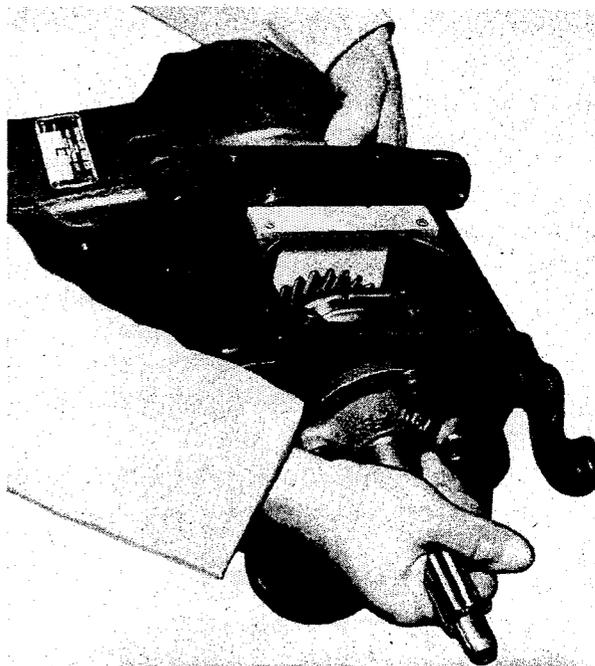

Fig. 145 Halteplatte der Hauptwelle
18. Trenne Getriebe und Zwischengetriebe durch Lösen der fünf Deckelschrauben in der hintern Stirnfläche des Zwischengetriebes. Wenn mit einer Zapfwelle versehen, so entferne das Gehäuse der Zapfwelle. Entferne Splint, Mutter und Scheibe, die das Hauptantriebsrad des Zwischengetriebes an Ende der Getriebehauptwelle halten. Entferne den Getriebedeckel und setze die Halteplatte der Getriebehauptwelle, Werkzeug Nr. 194, Fig. 145, ein. Fehlt die Halteplatte, ist ein Stück Draht unmittelbar hinter den Zweitgangrad um die Hauptwelle zu schlingen und zu verdrehen. Ein Ende des Drahtes ist durch die Bohrung der rechten vordern Deckelschraube, das andere durch diejenige der linken vordern Deckelschraube zu ziehen und zu sichern. Ziehe den Draht fest an, um ein Herausgleiten der Hauptwelle zu verhindern, wenn das Zwischengetriebe weggezogen wird. Trenne die beiden Gehäuse und achte darauf, dass das hintere Lager der Getriebehauptwelle, das in beiden Gehäusen lagert, im Getriebegehäuse bleibt.
5. Baue die Halteplatte der Getriebehauptwelle, Fig. 145, ein. Wenn dieses Werkzeug nicht zu Verfügung steht, ist ein Stück Draht unmittelbar hinter den Zweitgangrad um die Hauptwelle zu schlingen und zu verdrehen, um ein Ende durch die rechte vordere, das andere durch die linke vordere Bohrung der Schaltgehäusebefestigung zu ziehen. Ziehe den Draht fest an, um ein Herausgleiten der Hauptwelle